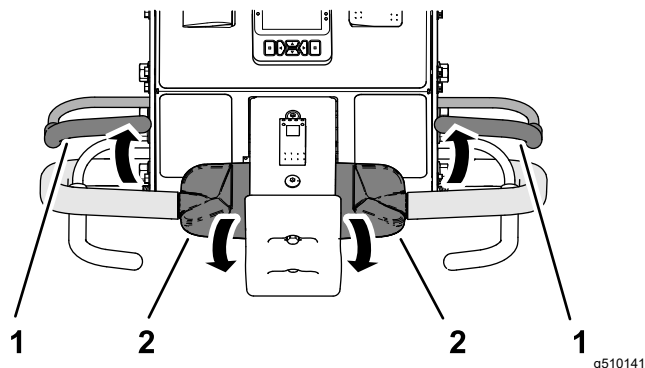

Figura 34
3. Tenendo in posizione il comando di trazione, rilasciate la barra di presenza dell'operatore (Figura 34).